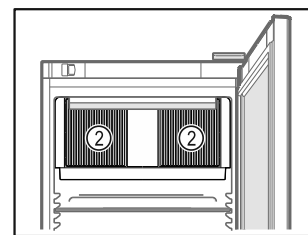

Fig. 79
- Mantenere libere le fessure di ventilazione Fig. 79 (2) della ventola di ricircolo nel vano interno.